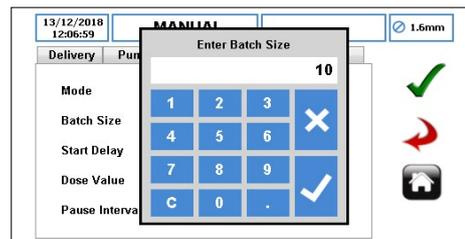

Figure 52 Saisir la taille de la série
- ▶ Sélectionnez la taille de la série pour définir le nombre de doses. Un clavier apparaîtra alors, comme indiqué à la figure 52.